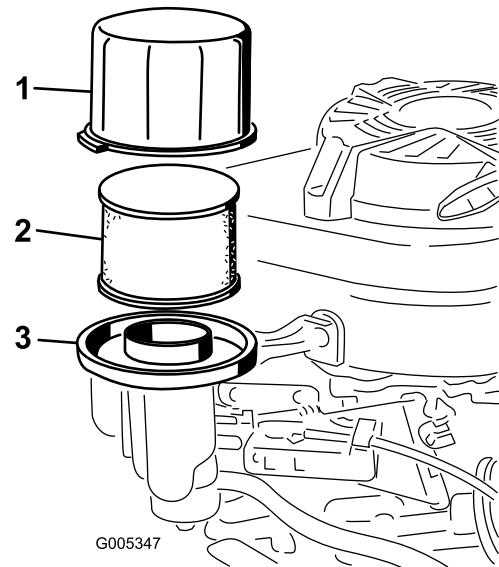

Figura 20
3. Retire la tapa y límpiela a fondo (Figura 20).
4. Retire el prefiltro de espuma y el filtro de aire de papel de la base del filtro de aire (Figura 20).